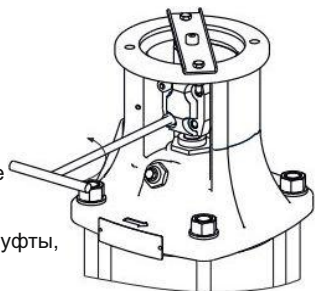

рис. 11
1. Ослабьте винты на муфте и демонтируйте муфту. (См. рис. 11)